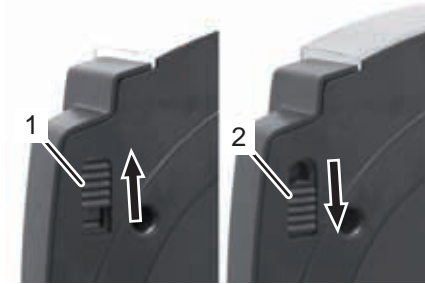

Fig. 9
2. Ouvrez le couvercle et mettez l'interrupteur Marche/Arrêt de la pompe en position "Pompe Marche" (Fig. 9/1).
2. Ouvrez le couvercle et poussez l'interrupteur „Pompe Marche/Arrêt“ en position „Pompe Arrêt“ (Fig. 9/2).